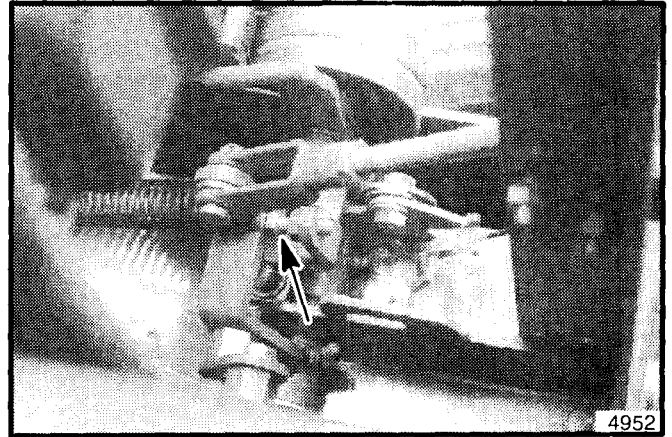

Figura 25. Vite di regolazione della tensione del ferma cinghia
23. La tensione del ferma cinghia sulle cinghie della bobina può essere regolata allentando la vite sul gruppo folle della cinghia della bobina e avvitandola all'interno o all'esterno per regolare la tensione sul braccio folle in posizione d'inserita (vedere figura 25).